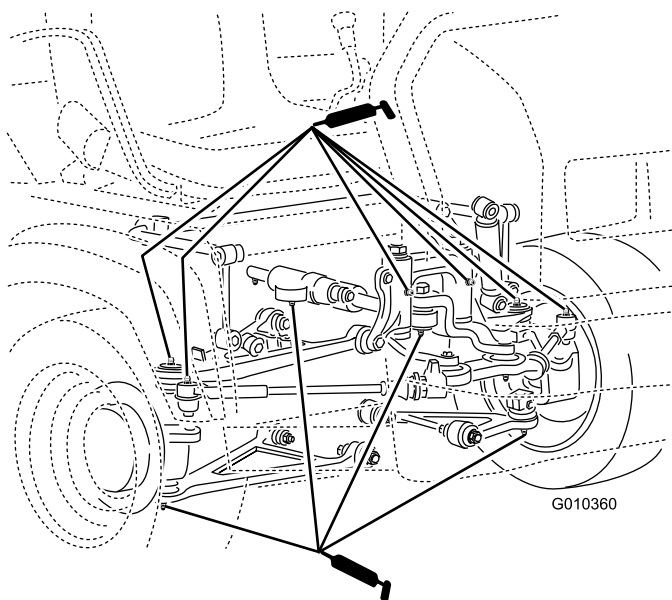

Figura 28
- **Articulaciones esféricas (4);** consulte Figura 28
- **Tirantes (2);** consulte Figura 28
- **Soportes de giro(2);** consulte Figura 28
- **Cilindro de dirección (2);** consulte Figura 28